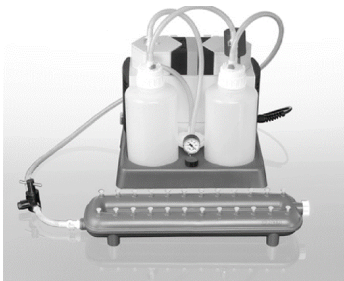

Abbildung 2. QIAvac 24 Plus, QIAvac Connecting System und Vacuum Pump.
Die Verarbeitung der QIAamp Mini-Säulen auf dem QIAvac 24 Plus erfolgt unter Verwendung von Einweg-Verbindungsstücken (VacConnectors) und wiederverwendbaren Ventilen (VacValves). Die VacValves (optional) werden direkt in die Luer-Aufnahmen des QIAvac 24 Plus-Vakuumverteilers eingesetzt und gewährleisten eine gleichmäßige Durchflussrate, was die gleichzeitige Verarbeitung unterschiedlicher Probenvolumina ermöglicht. Sie sollten eingesetzt werden, wenn sich die Durchflussraten der einzelnen Proben signifikant unterscheiden, um ein gleichbleibendes Vakuum zu erzielen. VacConnectors sind Einweg-Verbindungsstücke, die zwischen QIAamp Mini-Säule und VacValve oder zwischen QIAamp Mini-Säule und Luer-Aufnahme des QIAvac 24 Plus gesetzt werden. Sie verhindern während der Aufreinigung den direkten Kontakt zwischen Spin-Säule und VacValve und vermeiden so Kreuzkontaminationen zwischen den Proben. VacConnectors werden nach dem einmaligen Gebrauch entsorgt. Aufgrund der verwendeten großen Lösungsvolumen wird das QIAvac Connecting System (oder ein vergleichbares System mit Abfallflaschen) benötigt (siehe Abbildung 2).
- Der Vakuumdruck ist der Differenzdruck zwischen dem Inneren des Vakuumverteilers und der Atmosphäre (Standard-Atmosphärendruck: 1013 Millibar oder 760 mm Hg). Er kann mit dem QIAvac Connecting System gemessen werden (siehe Abbildung 2). Für die Protokolle ist eine Vakuumpumpe erforderlich, die ein Vakuum von -800 bis -900 mbar erzeugen kann (z. B. QIAGEN Vacuum Pump). Ein höherer Vakuumdruck ist zu vermeiden. Die Verwendung eines Vakuumdrucks unterhalb der Empfehlung kann zu einer Verringerung von Ausbeute und Reinheit der Nukleinsäuren führen und das Risiko einer Verstopfung der Membran erhöhen.